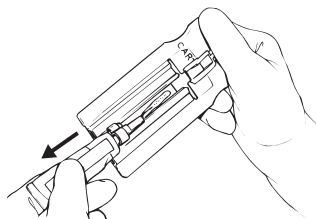

FIGURA 11
- 6b. Aplique una línea fina y continuada sobre cada tira (Figura 11).